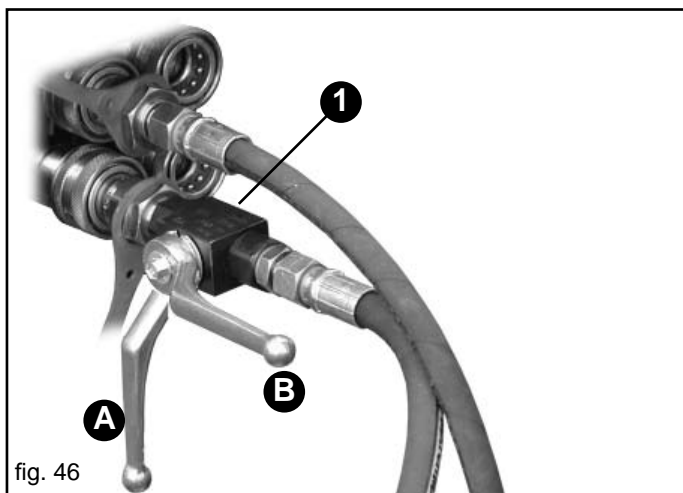

fig. 46
Les cylindres oléodynamiques, à double effet, permettent le repli du traceur. Le dispositif traceur est doté d'une vanne qui actionne alternativement les deux bras, réduisant l'emploi à un seul distributeur oléodynamique du tracteur. Le tube oléodynamique de refoulement est doté d'un robinet (1, Fig. 46) nécessaire pour exclure le fonctionnement du traceur. **Durant le transport sur route du semoir, la poignée du robinet doit être sur (A Fig. 46), pour éviter l'ouverture accidentelle du traceur, et vice versa sur (B) durant le travail.**
- 5) Avant d'actionner le dispositif traceur, poser le semoir au sol et positionner le levier du robinet sur (B) Fig. 46.
- 8) Positionner le levier du robinet sur (A) Fig. 46.